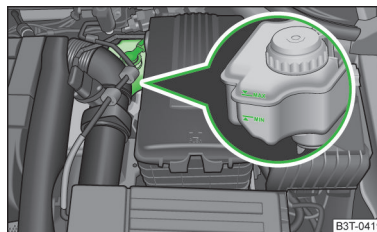

Fig. 170
- Contrôlez le niveau de liquide de frein sur le réservoir » fig. 170.